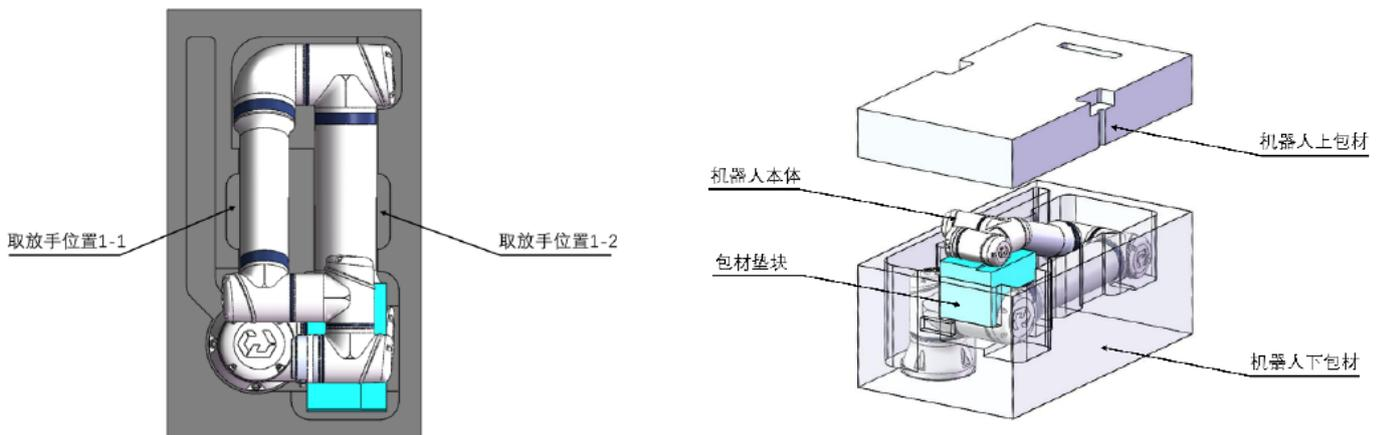

图 6-1: 机器人打包图 1
1. (A1: 45°、A2: -180°、A3: 155°、A4: -65°、A5: 180°、A6: -90°)，如图 6-1所示；